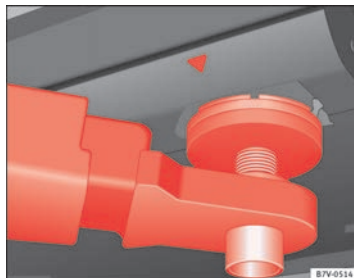
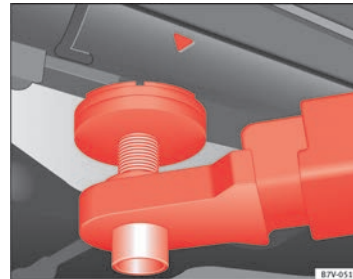

Abb. 162 Aufnahme-
Abb. 163 Aufnahme-
Das Fahrzeug darf nur an den in den Abbildungen ⇒ Abb. 162 und ⇒ Abb. 163 gezeigten Punkten angehoben werden. Wenn das Fahrzeug nicht an den gezeigten Punkten angehoben wird, können Schäden am Fahrzeug ⇒ ⚠ und schwerwiegende Verletzungen die Folge sein ⇒ ⚠.
- Fahrzeug nur an den in den Abbildungen \Rightarrow Abb. 162 und \Rightarrow Abb. 163 gezeigten Punkten anheben. Wenn das Fahrzeug nicht an den gezeigten Punkten angehoben wird, kann das Fahrzeug von der Hebebühne fallen, wenn z. B. der Motor oder das Getriebe ausgebaut wird.